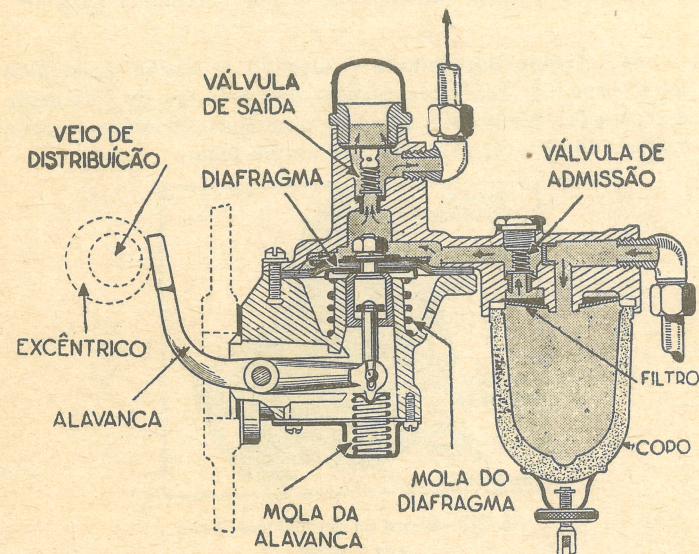

Fig. 22—Corte duma bomba com filtro de copo
Bombas com filtros de copo (fig. 22)
48. Quando a bomba é de filtro de copo (fig. 22), pode a porca retentora do copo estar mal apertada. Neste caso, desaper-se um pouco essa porca para se poder girar o copo à mão e quando ele assentar perfeitamente, aperta-se bem a porca retentora.